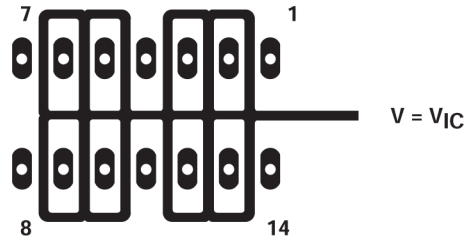
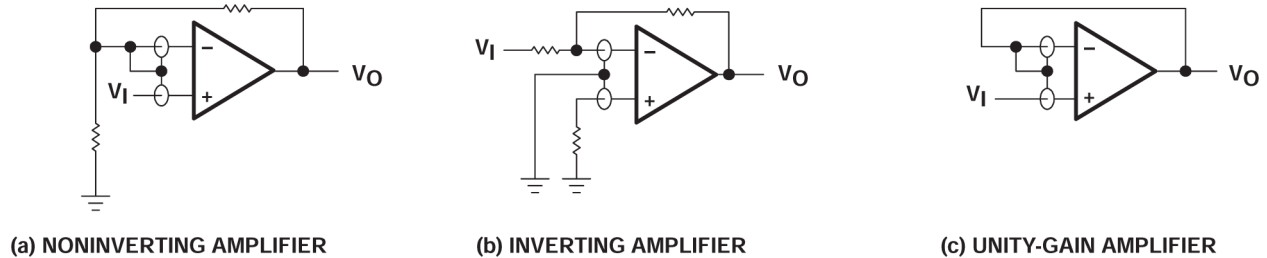

図 6-4. デバイス入力周辺の絶縁メタル (N パッケージ)
図 7-5. ガードリング方式
1. デバイスを他の潜在的なリーク源から絶縁します。デバイス入力周囲と間に、接地されたシールドを使用します (図 6-4 を参照)。そうしなければ入力に流れ込む可能性のあるリーケージがシャントされます。
性があります。ベストプラクティスとして、入力周囲にガードリングを含めます（「パラメータ測定情報」セクション 図 6-4 のものと同様）。これらの保護は、同相入力と同じ電圧レベルで低インピーダンスのソースから駆動します（図 7-5 を参照）。